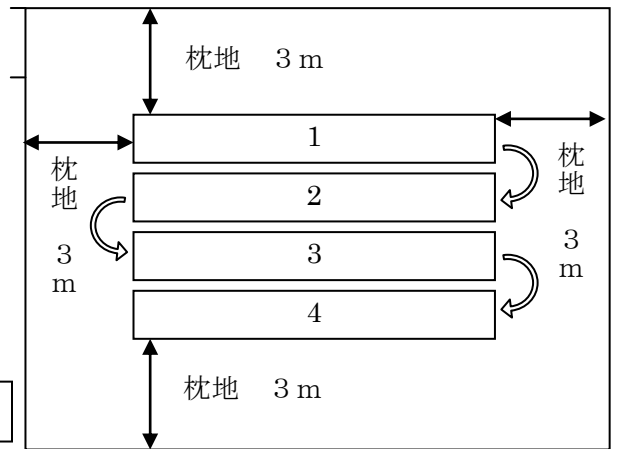

図 1
- ① 1～4の畝たてを行います。畝は、植付機の旋回分枕地を残し（図1）、第一次植え付け作業を行います。第一次植付終了後、枕地の畝たてを行います。